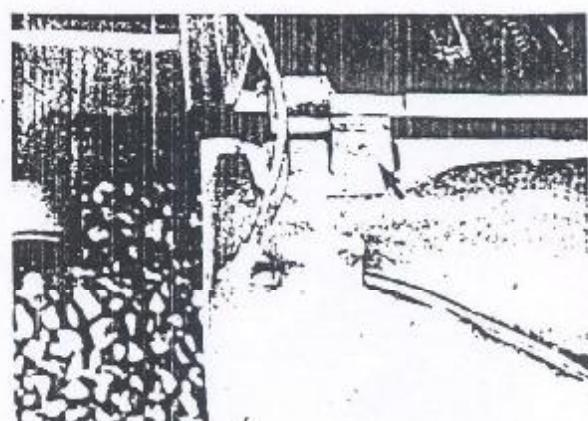

Figura 8.27.3 - Fixação das dobradiças
7. Remover os parafusos de fixação das dobradiças da tampa traseira à carroceria e remover o conjunto da tampa (Figura 8.27.3).
2. Posicionar a tampa traseira em seu local de montagem e fixá-la as dobradiças com os respectivos parafusos (Figura 8.27.3).